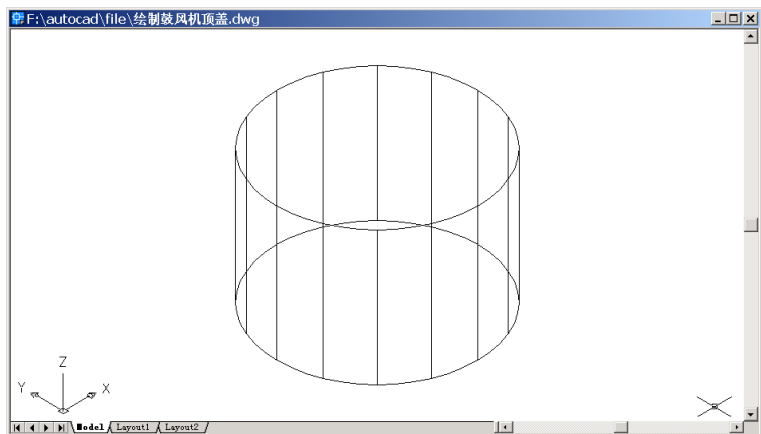

图 31.43 鼓风机顶盖圆柱体
(3) 用 VIEW 命令变换视图为 Southwest Isometric (西南视图), 结果如图 31.43 所示。